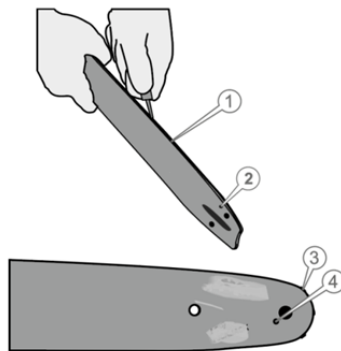

Рисунок 9. Схема обслуговування «шини»
6.2 Обслуговування різального блока (шини, веденої зірочки, ланцюга) (рис. 9).